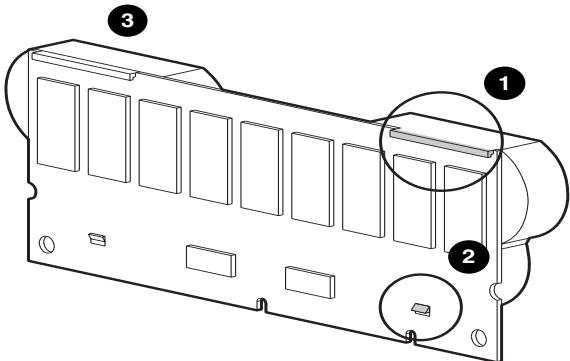

Abbildung 8: Befestigen des Akkus
8. Stellen Sie sicher, dass der Akku mit dem oberen Haken ① und der unteren Raste ② sicher am Modul befestigt ist. Siehe Abbildung 8.